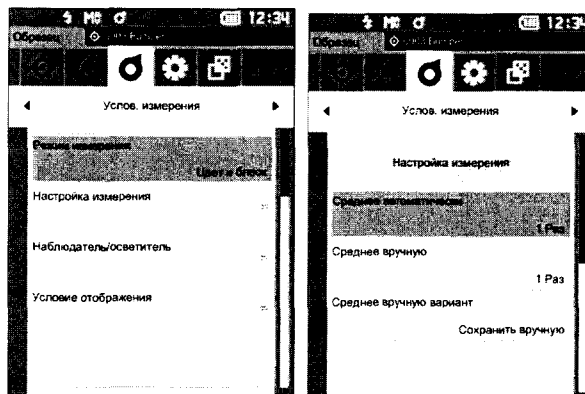

Рисунок 20
8.2.4.2 Выберите пункт «Настройка измерения» клавишами «▲» или «▼», затем нажмите клавишу «Подтверждение». Откроется экран «Настройка измерения». Затем выберите пункт «Среднее автоматически» (рисунок 20), нажмите клавишу «Подтверждение» и задайте клавишами «▲» или «▼» значение количества измерений «5», выполняемых при автоматическом усреднении. Нажмите на клавишу «Подтверждение» и выполнится возврат к экрану «Настройка измерения».